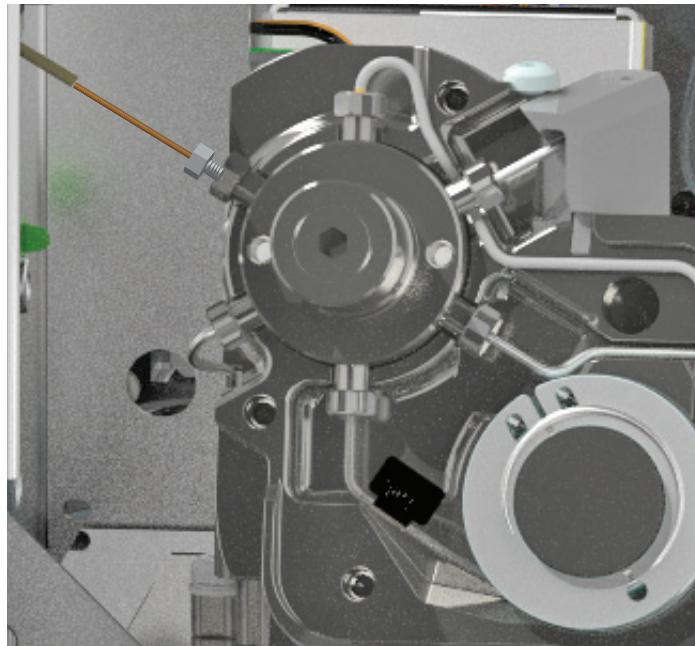

Figura 28. Linha de transferência instalada na válvula de 6 portas
- 14 Guie suavemente a sílica fundida no encaixe do redutor (a porca de 1/4 de polegada já na válvula de 6 portas) até parar. Deslize a anilha de poliimida e a porca de 3/16 polegadas para a porca de 1/4 de polegada. Aperte, com os dedos, a porca de 3/16 de polegada e depois aperte mais 1/4 de volta. Consulte Figura 28.